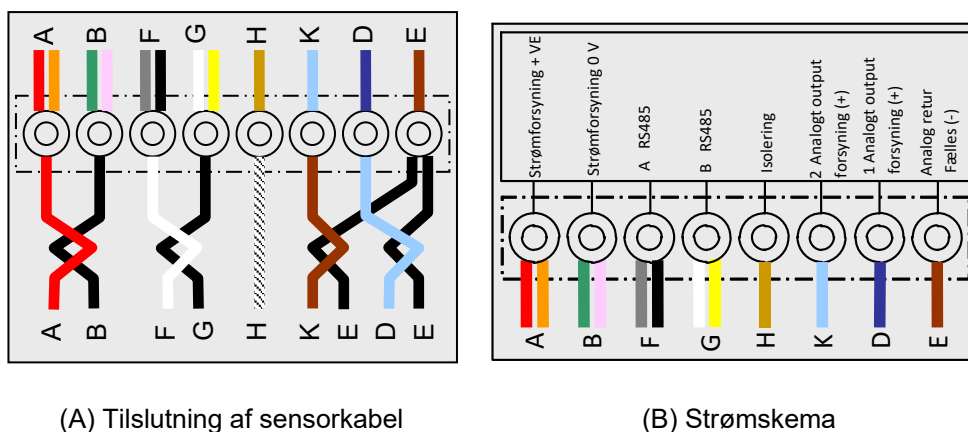

Fig. 10: Strømskema
- Slut til terminalerne som vist i strømskemaet vha. drejestikket (se Fig. 10).
- Før installationskablet igennem kabelforskrningen, og beskær til den ønskede længde. Før installationskablet til den fastgjorte skrueterminal som vist i strømskemaet i låget (se Fig. 10). Monter den aftagelige skrueterminalprop fra slæberingens underdel.
- Før installationskablet igennem husets kabelforskrning, og beskær til den ønskede længde. Før installationskablet til den fastgjorte skrueterminal som vist i strømskemaet i låget (se Fig. 10).